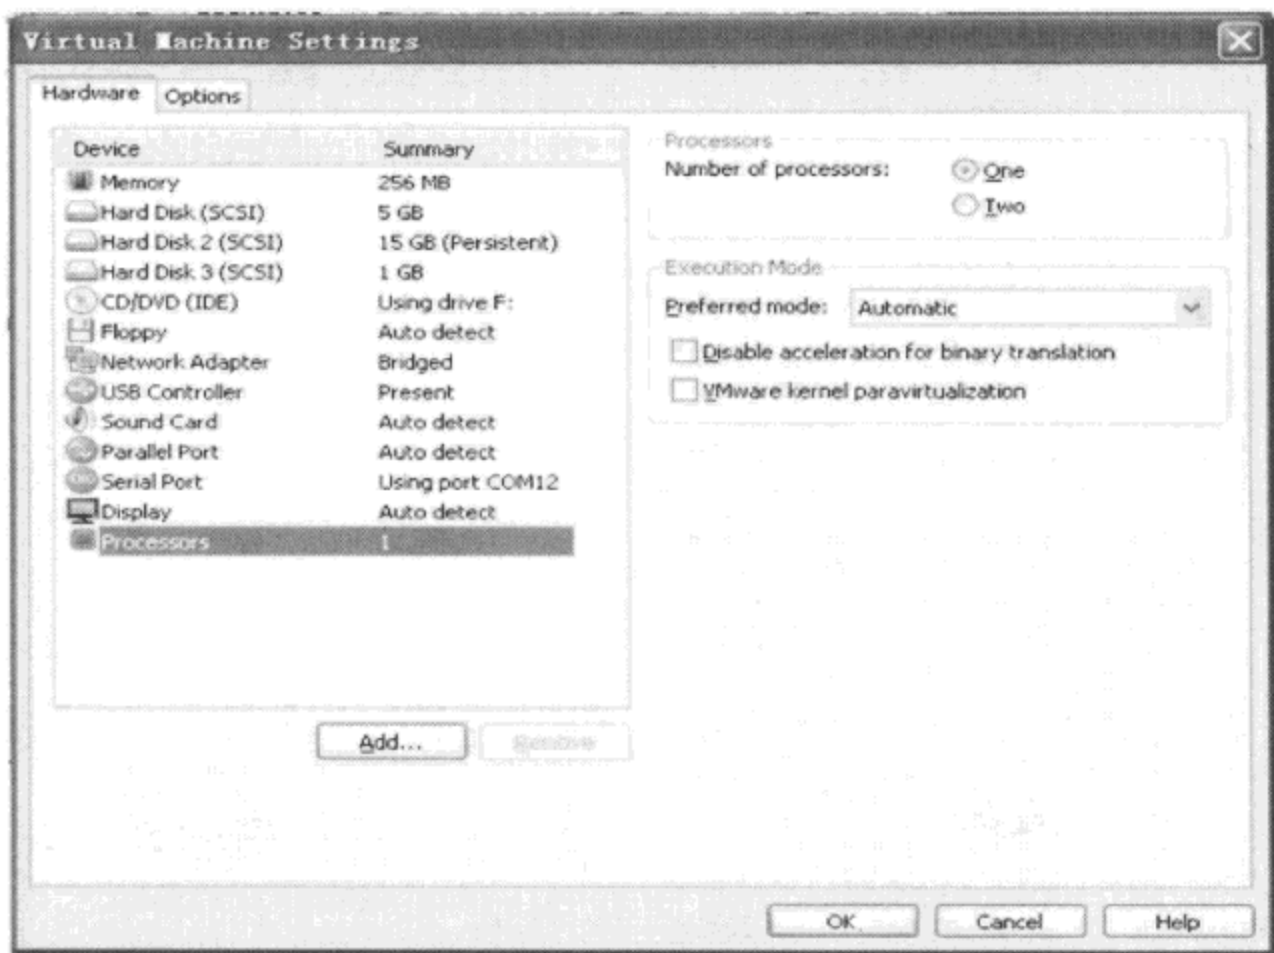
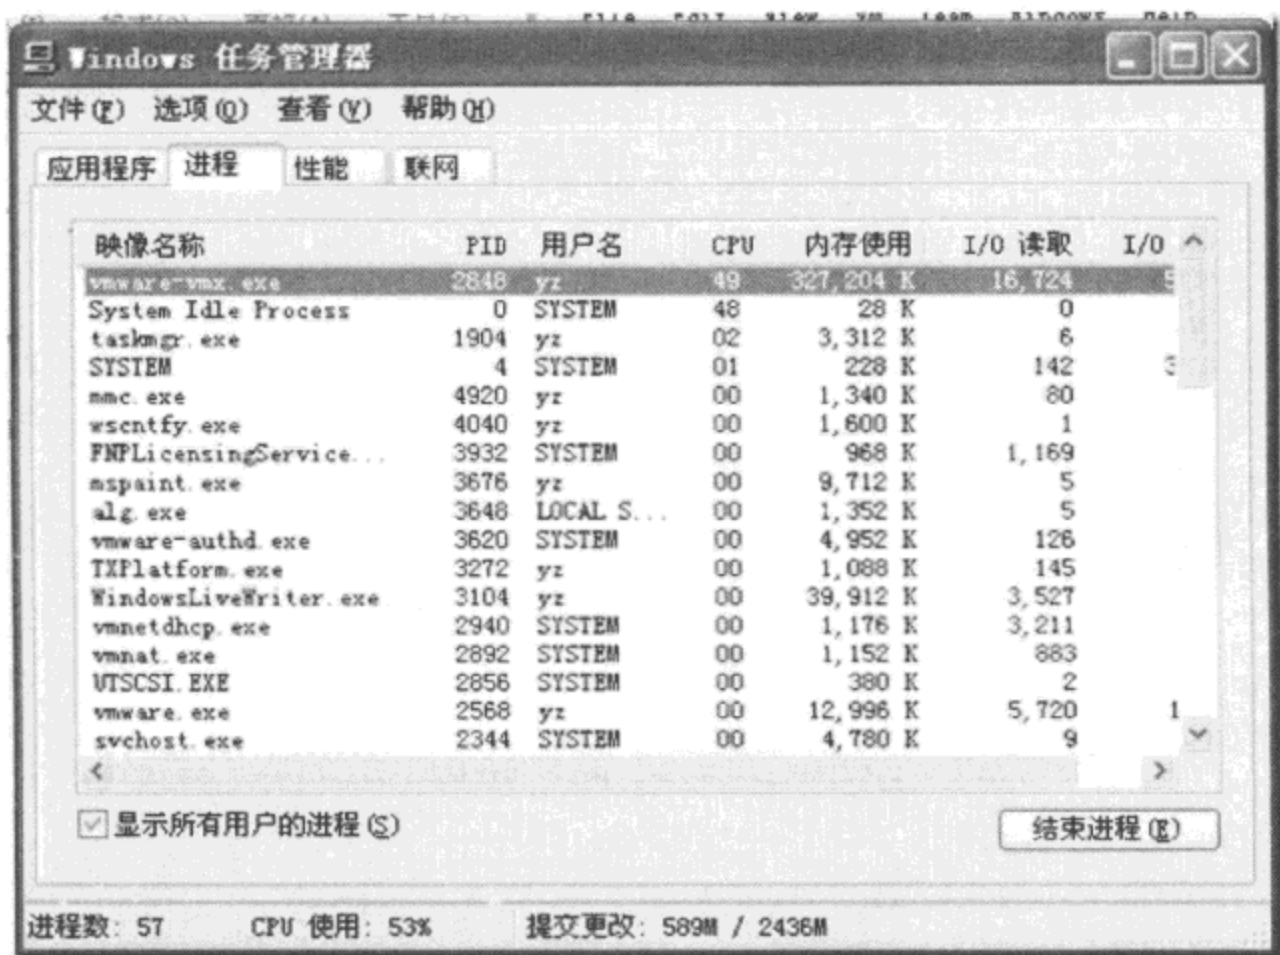

图 8-9 虚拟机使用一个 CPU
图 8-10 虚拟机使用了一个 CPU 的全部时间
4. 测试自旋锁进行并发控制的效果(图 8-8、图 8-9、图 8-10)